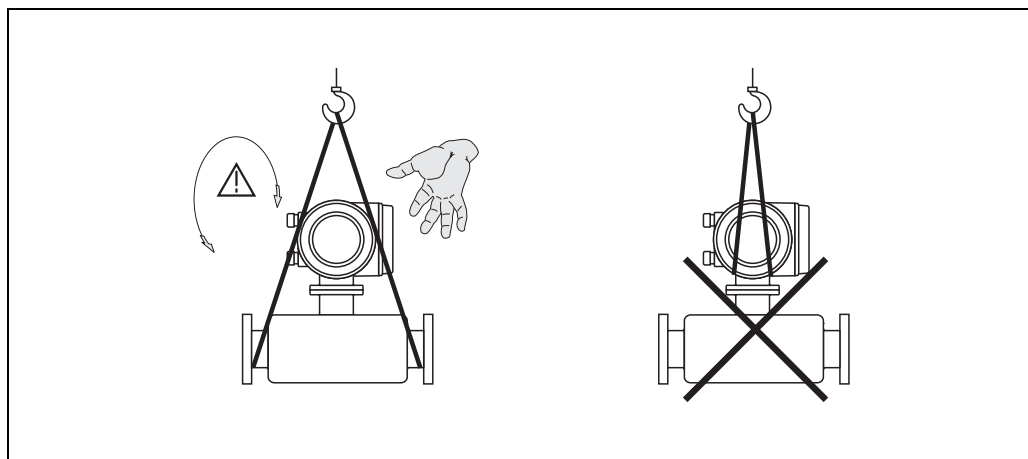

Fig. 5: Instrucciones para el transporte de sensores con DN de 40 a 250
- En el caso de versión separada, no levante el equipo de medición sujetándolo por el cabezal transmisor o por la caja de conexiones (Fig. 5) si el equipo presenta un diámetro nominal entre DN 40 y DN 250. Para levantarlo, utilice eslingas que abracen las dos conexiones a proceso. No utilice en ningún caso cadenas; éstas podrían dañar el cabezal.